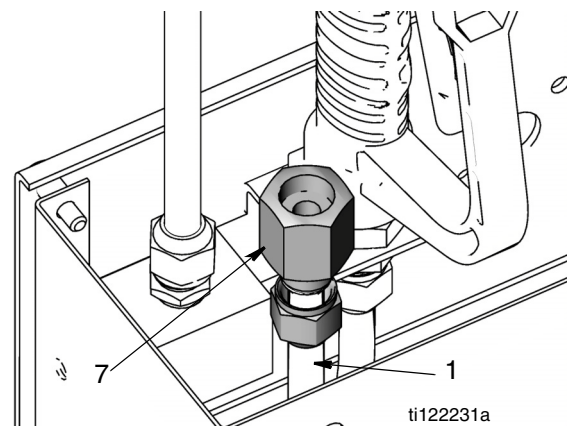

FIG. 17
7. Una el tubo de entrada de fluido (1) al conector de entrada de fluido (7) (FIG. 17). Apriete de manera segura.